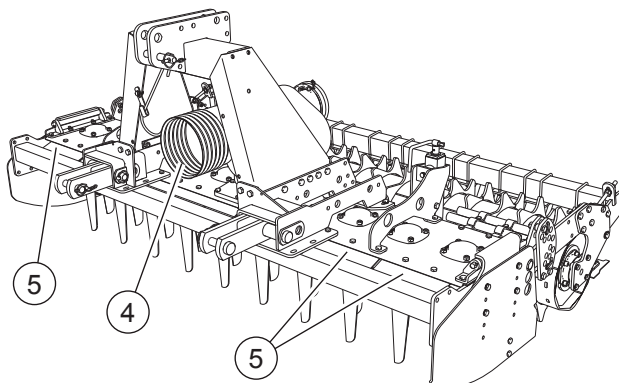

FIG. 22
- Protezione della presa di forza lato trattore (4, "Fig. 22").
- Lamiera di protezione contro l'accesso alla zona degli utensili (5, "Fig. 22").